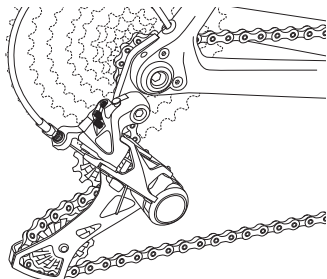

Fig.3
- Coloque el cambio en el piñón más pequeño (Fig. 3).